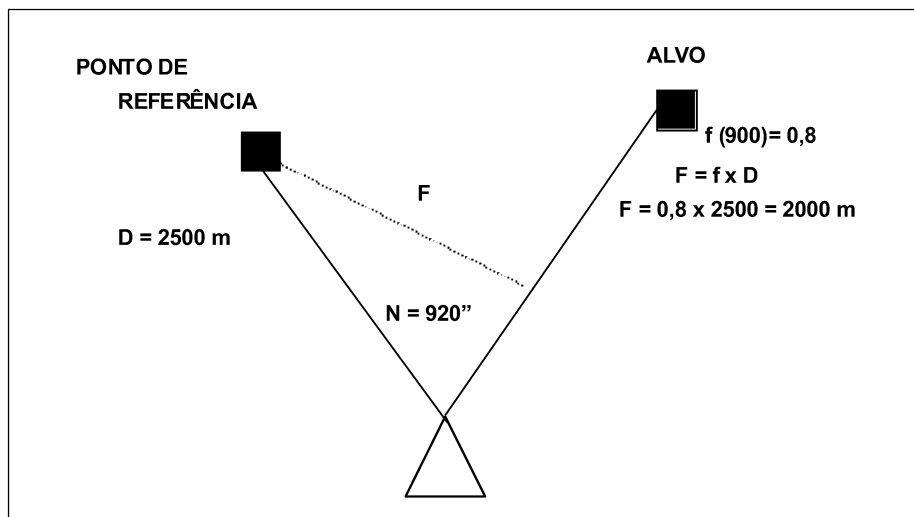

Fig 6-3. Cálculo da frente (desvio > 600'')
**EXEMPLO:** Na Fig 6-3, o observador mediu o desvio do ponto de referência do alvo pelo binóculo: 920'' Dir. A distância do posto de observação ao ponto de referência (conhecida ou avaliada) é de 2500 metros. Para calcular o transporte em direção, o desvio N é arredondado para a centena de milésimos mais próxima (900), correspondente ao fator do seno (0,8). O valor da frente será o resultado da multiplicação do fator 0,8 (f) pela distância em metros, 2500 (D). Tem-se então, para o valor da frente (F), 2000 metros.